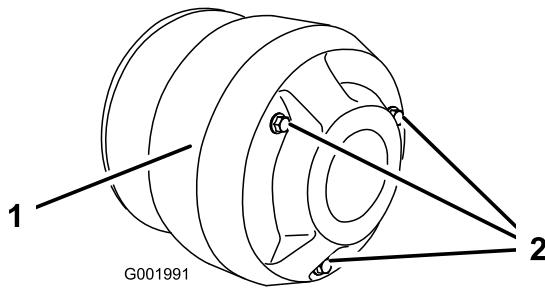

図 54
- クラッチ・カバーのボルト(3本)を外してカバーを取る(図 54)。